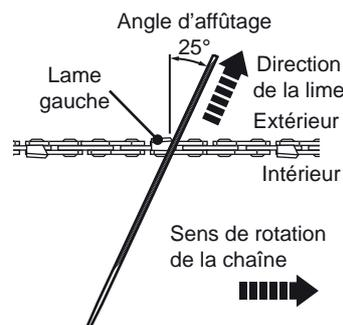

Fig. 56
- > Limez perpendiculairement au guide-chaîne, selon un angle de 25° par rapport au sens de la marche (Fig. 56).